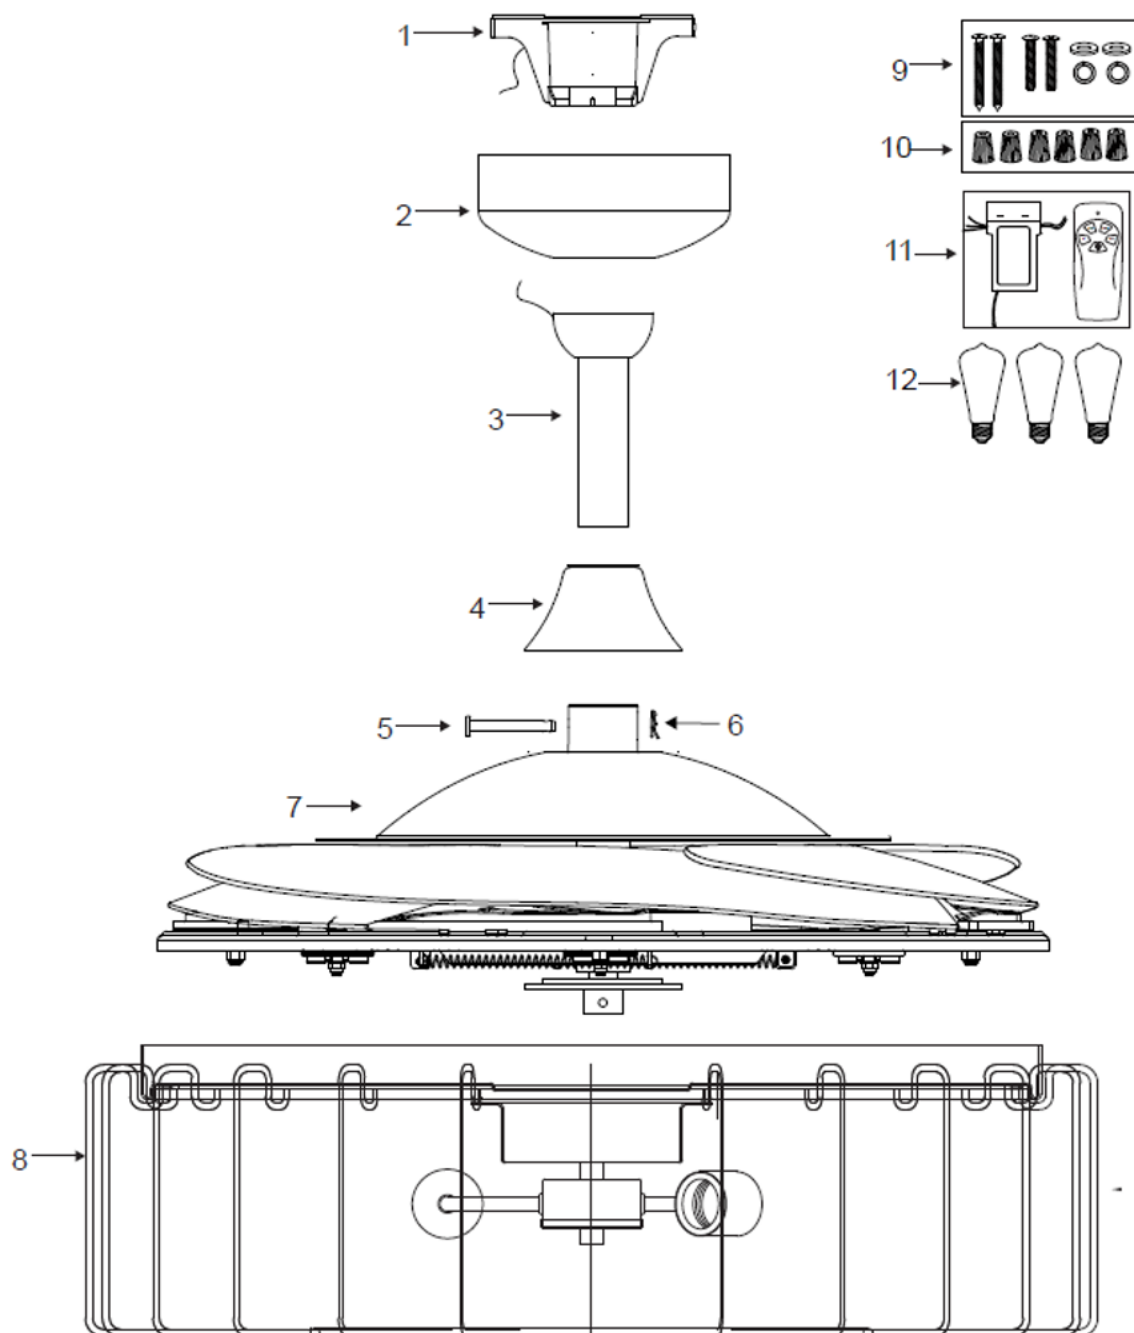

Fig. 1
- Examine e identifique las piezas. Consulte la Fig. 1.